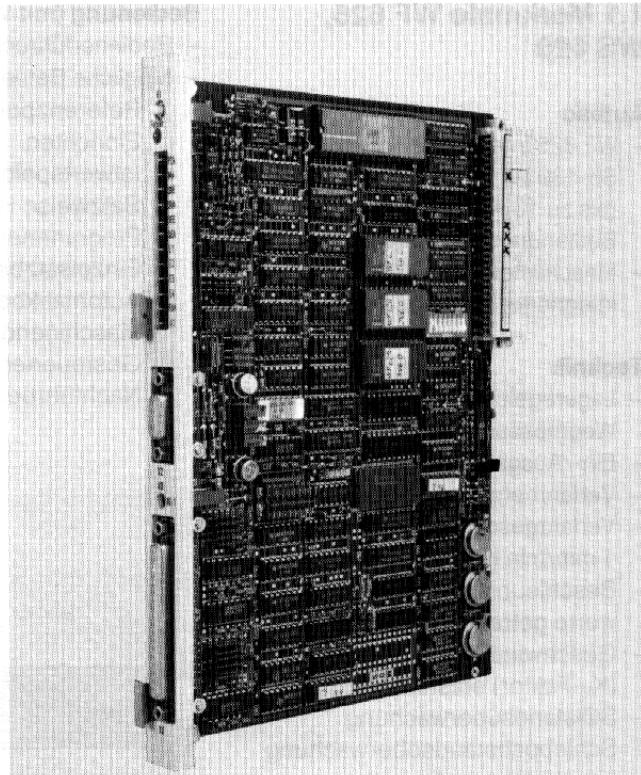
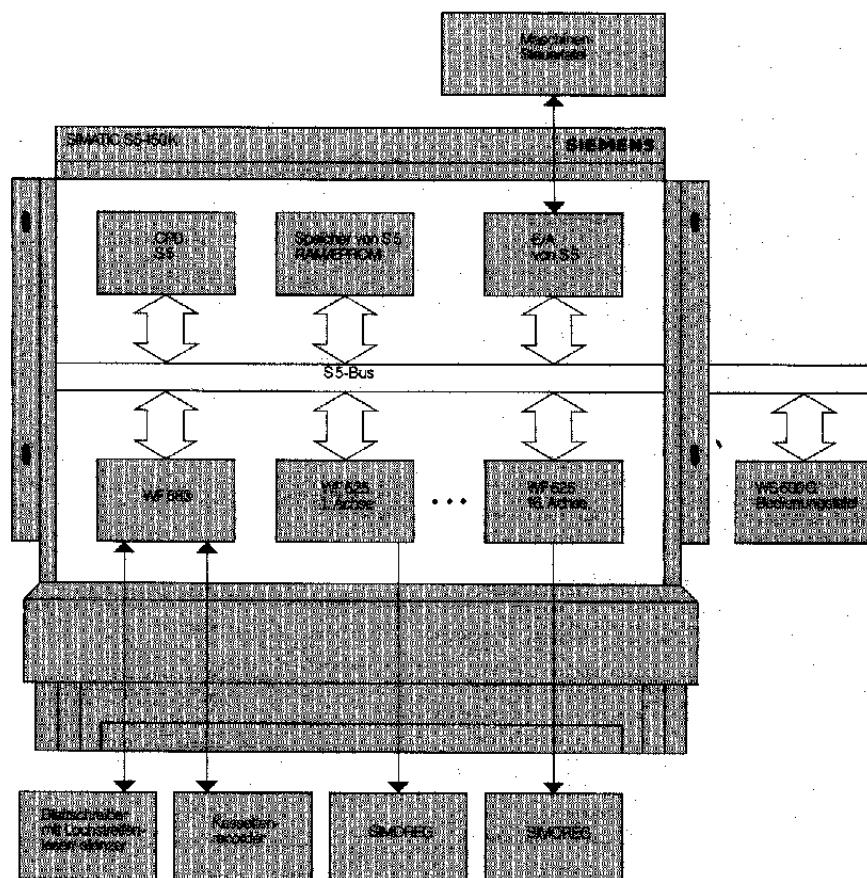

Bild 2.1: Positionierbaugruppe WF 625
Bild 2.2: SIMATIC S5-150K (bzw. -130W) mit Komponenten aus dem System WS 600 (Struktur)
Durch den Einsatz der Positionierbaugruppe WF 625 (Bild 2.1) können in den Automatisierungsgeräten (AG) SIMATIC S5-130 und S5-130 W auch geregelte Positionierungsvorgänge realisiert werden.
Der Datenaustausch (Maschinendaten, Sollwerte) wird über den S5-Bus abgewickelt (Bild 2.2). Die Adressierung der Baugruppe geschieht mit der Adresse Peripheriebyte (PB 128 – PB 255). Auf der Frontseite der Baugruppe WF 625 befinden sich Stecker für Sollwerte und Istwerte sowie Stifte für 24 V– Stromversorgung und binäre Signale (Bild 2.1).